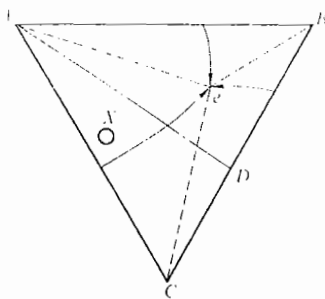

图 28-1 第二题第 5 小题图
- (1) 给出滑移位错的单位位错柏氏矢量。
- (2) 若滑移位错为纯刃位错，请指出其位错线方向；若滑移位错为纯螺位错，其位错线方向又如何？
5. 已知三元简单共晶的投影图如图 28-1 所示。